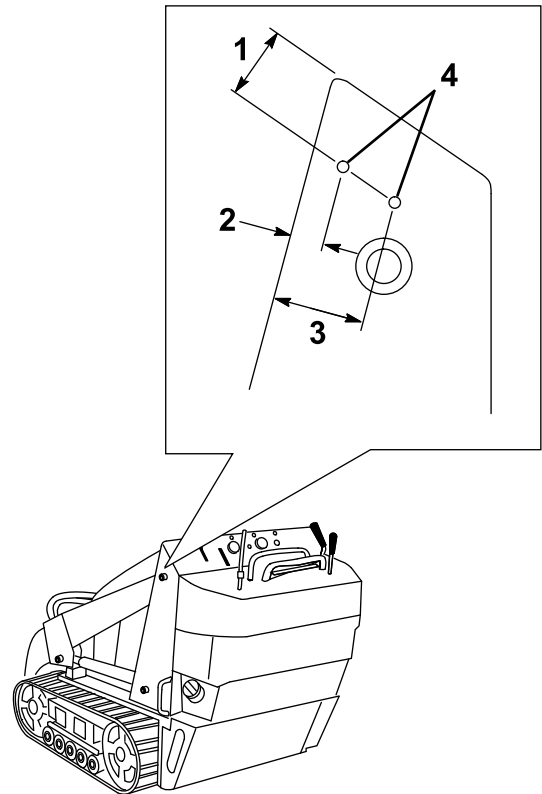

Bild 4
1. Messen Sie von den Rahmenrändern nach innen (siehe Bild 4) und markieren die Positionen der Löcher für die Befestigung der Scheibenhalterung.